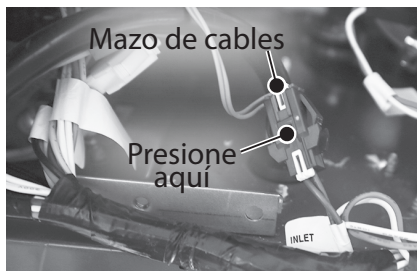

Figura 68 - Retiro del mazo de cables
- 25** Desconecte el termistor en el mazo de cables marcado "INLET" (Entrada) como se muestra en la Figura 68.
- 30** Conecte el nuevo mazo de cables del termistor al mazo de cables marcado "INLET." Consulte la Figura 68.